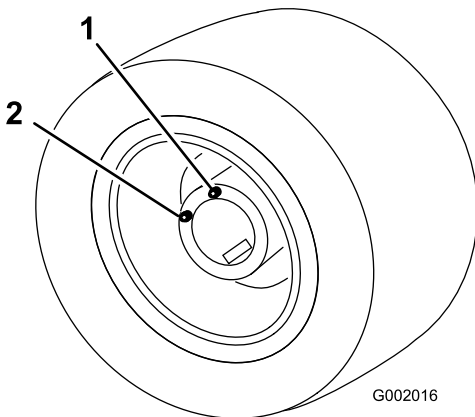

Figure 68
5. Conduisez lentement le véhicule jusqu'à ce que la roue soit positionnée pour le remplissage, comme illustré à la Figure 68.